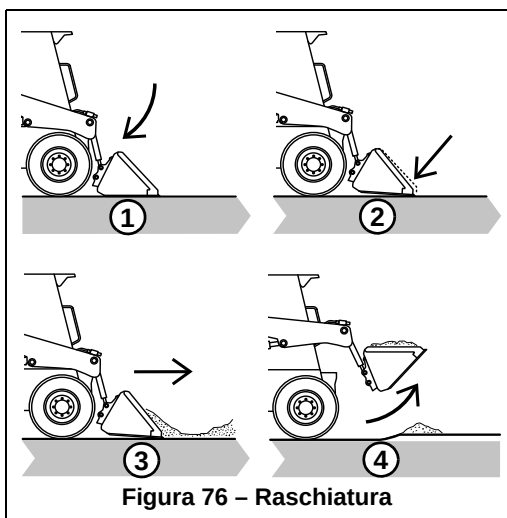

Figura 76 – Raschiatura
1. (Figura 76) Abbassare il braccio di sollevamento contro il telaio della pala.